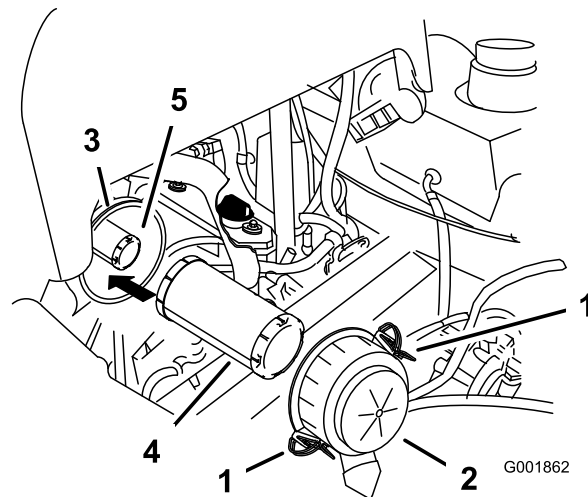

Figura 40
4. Rilasciate i dispositivi di fermo del filtro dell'aria, e togliete il coperchio dal corpo del filtro dell'aria (Figura 40).
6. Estraete con cautela il filtro primario dal corpo del filtro dell'aria (Figura 40). Non urtate il filtro contro il corpo.
1. Non pulite il filtro primario di carta. Sostituitelo dopo 200 ore di servizio (Figura 40).
2. Se sostituite il filtro di sicurezza, inseritelo con cautela nel corpo del filtro (Figura 40).
3. Montate con cautela il filtro primario sul filtro di sicurezza (Figura 40). Premete sul bordo esterno del filtro mentre lo inserite, per accertarvi che venga inserito a fondo.
4. Montate il coperchio del filtro dell'aria con il lato contrassegnato UP (alto) rivolto in alto, quindi fissate i dispositivi di fermo (Figura 40).